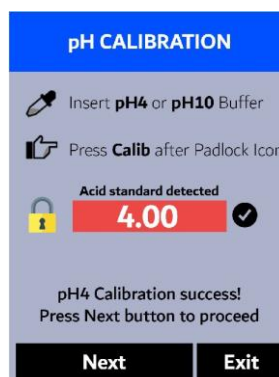
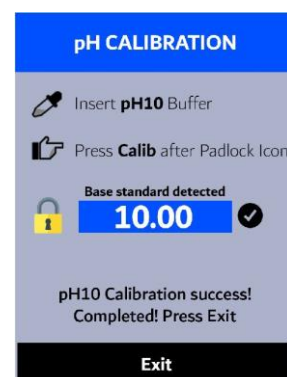

Figura 27.
Figura 28.
15. Si la calibración tiene éxito, aparecerá una marca de verificación (✔) y un mensaje "¡Calibración de pH4 exitosa!" o "¡Calibración de pH10 exitosa!" (Figura 27). En caso contrario, aparecerá un mensaje de advertencia.
- (b) Pulse **Exit** (OK) para finalizar el proceso de calibración en dos puntos.
21. Si la calibración tiene éxito, aparecerá una marca de verificación (✔), un mensaje "¡Calibración de pH4 exitosa!" o "¡Calibración de pH10 exitosa!" y un mensaje "¡Completado!" (Figura 28). De lo contrario, aparecerá un mensaje de advertencia.